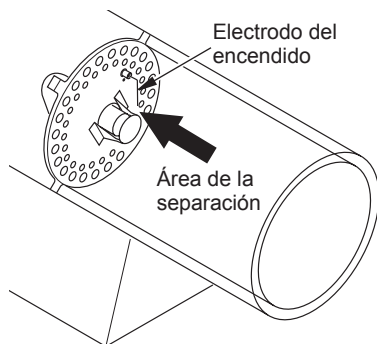

Figura 15 - Distancia mínima entre el electrodo del encendido y la placa de fijación
7. Ajuste la distancia entre el electrodo del encendido y la placa de fijación 0.43 cm (0.17") (consulte la figura 15).